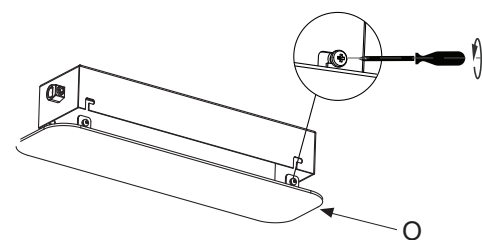

Fig. 10.1.
10.1. Desatornillar los tornillos laterales para abrir la tapa (O) del florón. Fig 10.1.
10.1. Unscrew the side screws to open the canopy (O). Fig 10.1.
10.1. Dévisser les vis latérales pour ouvrir le couvercle (O) de la monture. Fig. 10.1.
10.1. Die seitlichen Schrauben lösen, um den Deckel (O) der Deckenrosette zu öffnen. Abb. 10.1.